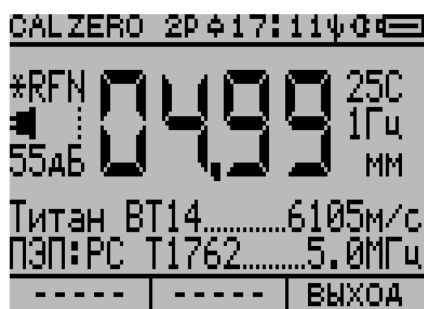

Рисунок 2.80
7) Корректировать с помощью клавиши  и  зафиксированное на дисплее значение толщины, чтобы оно соответствовало фактической толщине H_{1TB} тонкого тест-блока (рисунок 2.80).